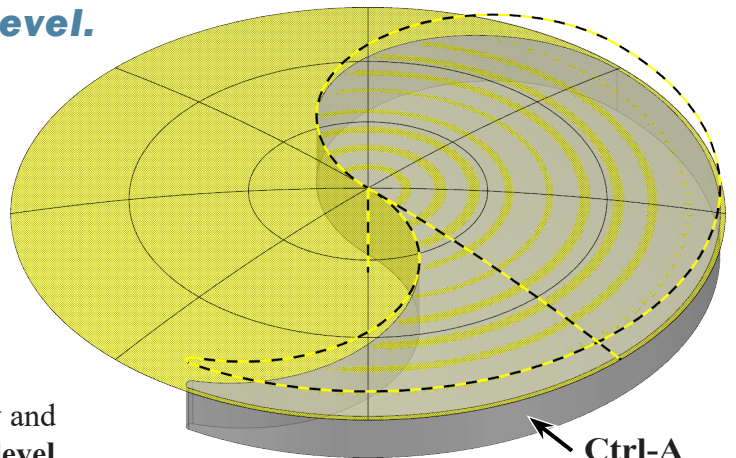

Fig. 24
Step 3. Click the **solid** to **unselect**, Fig. 24.